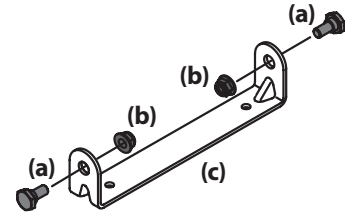

Figure 4
1. Enlevez les deux boulons à épaulement (a) et les contre-écrous (b) sur le support de montage (c) fournis dans le sachet de quincaillerie. Voir Figure 4.